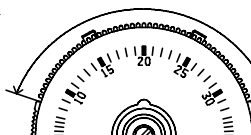

図2 ダイヤルツマミ
- ・このルームサーモスタットは上下限レンジストッパーが付いており、設定範囲を制限することができます。(使用可能範囲は図2参照ください)